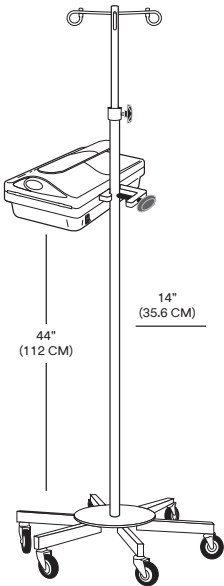

图 3
1. 将 Ranger 输血/输液加温器连接到静脉输液架。牢固拧紧输液架夹具 (参见图 3)。